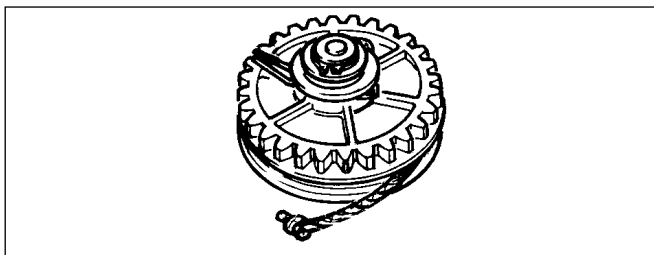

Abb. 12
- Um den Auseinanderbau des Starters fortzusetzen, entfernen Sie die mittlere Feststellschraube (3) sowie den Seilrollenmechanismus (Abb. 12).